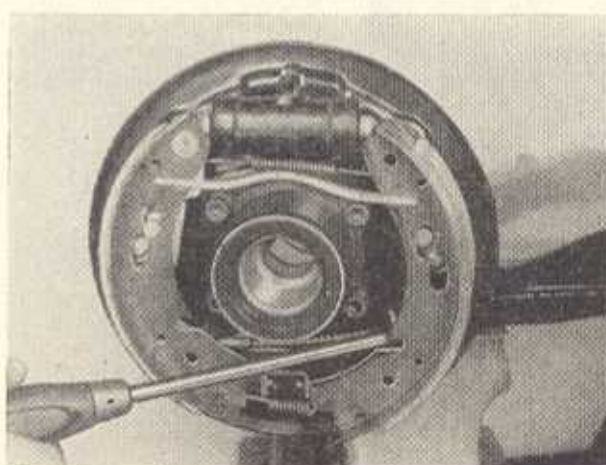

Bild F 86
2. Bei den Hinterrädern ist jeder Bremsbacken einzeln mit Hilfe eines kräftigen Schraubenziehers aus der Abstützbrücke herauszuheben. Sodann beide Backen nach oben schwenken und aus den Schlitzen der Druckbolzen im Radbremszylinder ziehen (Bild F 86).